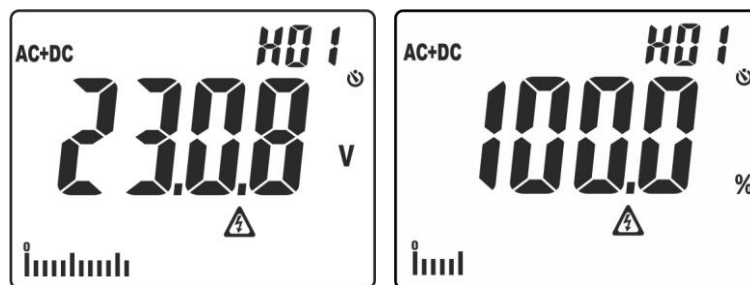

Fig. 3: Visualizzazione ampiezze analisi armonica
- Pressione semplice del tasto per visualizzazione ampiezze delle armoniche di tensione e corrente fino al 25° ordine (**Hdc**, **H01... H25**) in formato assoluto o percentuale in rapporto alle fondamentali dei segnali in ingresso (per valori di tensione VAC > 0.5V e corrente AC > 0.5A e frequenza compresa tra 42.5Hz ÷ 69Hz) e il valore percentuale del parametro **THD%** (vedere § 9.4) come mostrato in Fig. 3. Usare i tasti $\blacktriangle$ e $\blacktriangledown/\text{Ⓢ}$ per aumentare/diminuire l'ordine dell'armonica